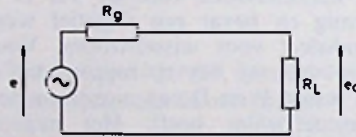

Fig. 4a.
en het is duidelijk dat dit vermogen groter is dan in geval van fig. 4a. In ⑤ kunnen we R_D zo kiezen, dat $R_D = R_g + R_L$; de noemer wordt nul en de uitgangsspanning oneindig. In geval we geen generator hebben doch een gesloten kring, waarin reactieve componenten zijn opgenomen, kan de kring oscilleren op de resonantiefrequenties van de kring, wanneer de totale weerstand nul is.